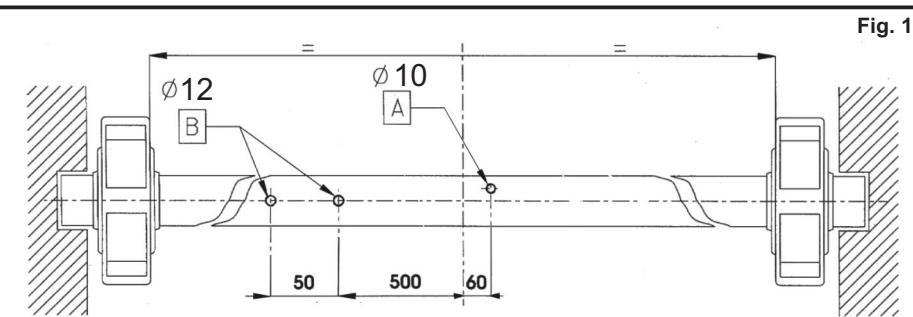
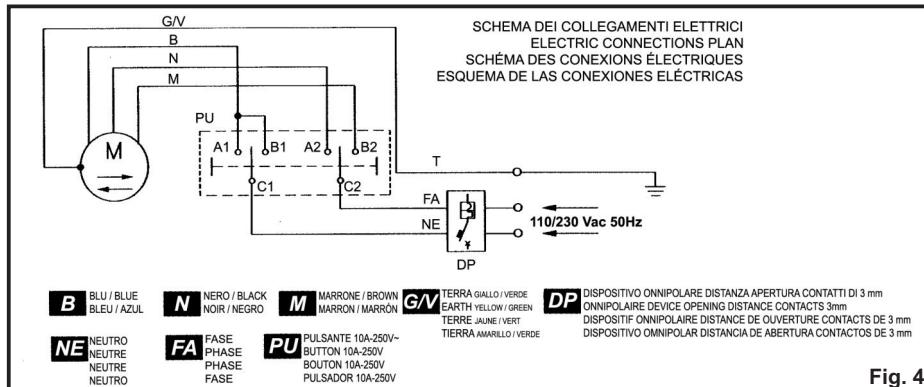

Fig. 1
Fig. 4
B) Effettuare sull'albero della serranda le tre forature non passanti (FIG. 1).
F) Se l'albero della serranda è inferiore al diametro del foro dello chassis del motoriduttore è necessario a questo punto montare i manicotti di riduzione, posizionandoli con riferimento al foro A diametro 10 mm, già effettuato (fig. 1).
P) Introdurre il cavo 4X1 in dotazione all'interno del foro B (fig 1), evitando qualsiasi contatto con le parti in movimento; eseguire i collegamenti elettrici secondo lo schema elettrico in fig.4. In presenza di motoriduttore con elettrofreno, introdurre la guaina del freno all'interno del secondo foro B.
B) Effect on the tube of the shutter 3 non passing perforations (figure 1); If the motor is not equipped with electrobrake, make only perforation B.
F) In case the tube of the shutter is inferior to the diameter of the hole chassis motor, you must mount the sleeves reduction positioning them with reference to the hole A diameter 10 mms, (fig. 1).
P) Introduce the electric cable 4X1 into the hole B (fig 1), avoiding any contact with the parts in movement. Perform the electric connections according the electric plan (fig.4). In presence of motor with electrobrake, introduce the sheet of the brake inside the second hole B.
B) Effectuer sur l'arbre du rideau les trois crevaisons non debouchants (FIG. 1); si le moteur n'est pas doué d'électro-frein, effectuer seulement le crevaison B.
F) Si le tube du rideau est inférieur au diamètre du trou du châssis du moteur, il sera nécessaire d'appliquer les réductions en plastique, avec référence au trou A de 10 mm, déjà effectué (fig. 1).
P) Introduire le câble 4X1, en dotation, dans l'intérieur du trou B (fig 1) en évitant le contact avec les parties en mouvement; exécuter les connexions électriques, selon le schéma indiqué dans la fig.4. En présence de moteur avec de l'électro-frein, introduire la gaine du frein à l'intérieur du second trou B.
B) Efectuar sobre el árbol del cierre metálico los tres taladros no pasante (FIG. 1); en el caso de motor sin electrofreno, efectuar un solo taladro B. (Fig.1)
F) Si el árbol del cierre metálico es inferior al diámetro del taladro del chasis del motor, es necesario montar las reducción de plástico, posicinándola con referencia al taladro A. diámetro 10 mm, ya efectuados. (Fig.1).
P) Introducir el cable eléctrico 4X1 en el taladro B (Fig 1) evitando cualquier contacto con las partes en movimiento; Ejecutar los empalmes según el esquema eléctrico en fig.4 En presencia de motor con electrofreno, introducir la funda del freno dentro del segundo taladro B (Fig. 1).